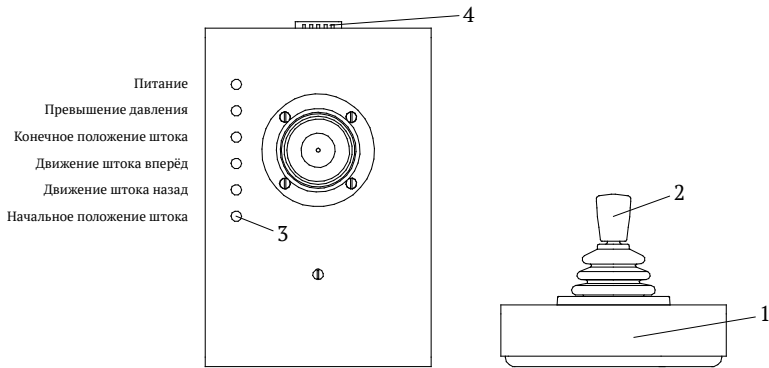

Рис. 4. Внешний вид джойстика:
4.4 Внешний вид джойстика показан на рис. 4.
4.9 Изменение давления осуществляется с помощью блока джойстика, который состоит из *корпуса 1 (Рис. 4)* *рукоятки джойстика 2*, *индикаторов 3* и *разъема подключения к системе 4*. Индикаторы служат для отображения состояния системы и конечных положений штока. Блок джойстика выполнен выносным для удобства его расположения на рабочем месте. Джойстик работает в обоих режимах работы ГСКА.